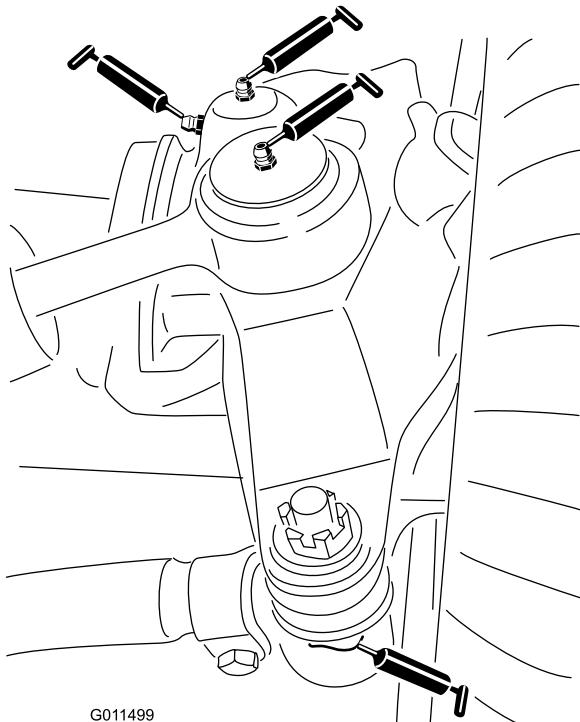

Bild 64
- Zwei Lenkzylinder-Kugelgelenke (Bild 64)
- Zwei Spurstangen-Kugelgelenke (Bild 64)
- Zwei Achsschenkelbüchsen (Bild 64).